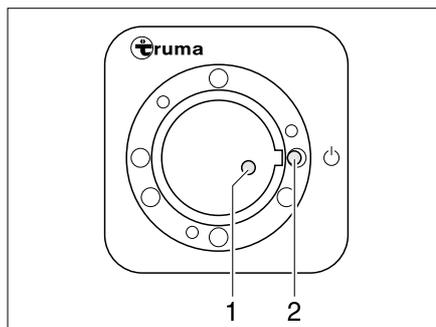
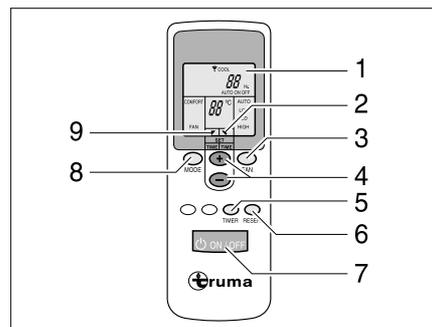

Bild 191 Empfänger
Bild 192 Fernbedienung
Die Fernbedienung (Bild 192) und der Empfänger (Bild 191) für die Klimaanlage befinden sich im Küchenbereich.
- Am Schalter (Bild 192,7) die Fernbedienung einschalten. Die grüne Kontroll-Leuchte (Bild 191,1) zeigt den Kühlbetrieb an.
- Die gewünschte Betriebsart mit der Taste (Bild 192,8) einstellen.
- Bei Bedarf mit den Tasten (Bild 192,3 und 4) die gewünschte Gebläseleistung und Raumtemperatur einstellen. Der Pfeil (Bild 192,9) zeigt den gewählten Einstellmodus an.
- ▷ Am Empfänger befindet sich ein zusätzlicher Tastschalter (Bild 191,2), mit dem die Klimaanlage auch ohne Fernbedienung aus- oder eingeschaltet werden kann. Wenn die Klimaanlage über diesen Tastschalter eingeschaltet wird, dann wird automatisch die zuletzt auf der Fernbedienung eingestellte Betriebsart gewählt.
- Zum Ausschalten die Taste (Bild 192,7) auf der Fernbedienung erneut drücken.
- Zum Programmieren die Klimaanlage mit der Taste (Bild 192,7) auf der Fernbedienung einschalten.
- Mit den Tasten (Bild 192,8, 3 und 4) die gewünschte Betriebsart und Raumtemperatur einstellen.
- Mit der Taste (Bild 192,5) die gewünschte Funktion (Bild 192,1) auswählen:
- Mit den Tasten (Bild 192,4) die gewünschte Schaltzeit wählen (1 bis 15 Stunden). Der Pfeil (Bild 192,2) blinkt und zeigt den Einstellmodus an.
- ▷ Mit der Taste (Bild 192,6) werden die Einstellungen der Fernbedienung wiederholt an den Empfänger gesendet.